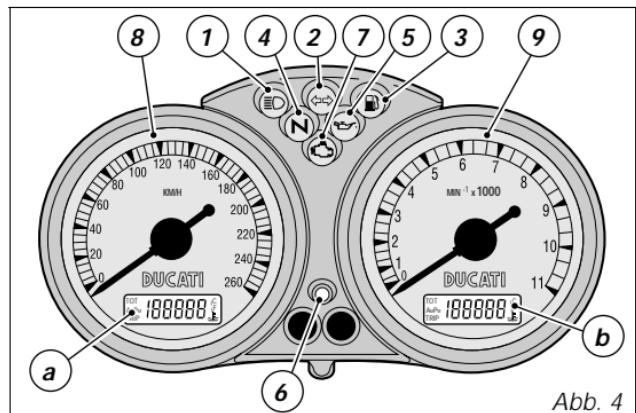
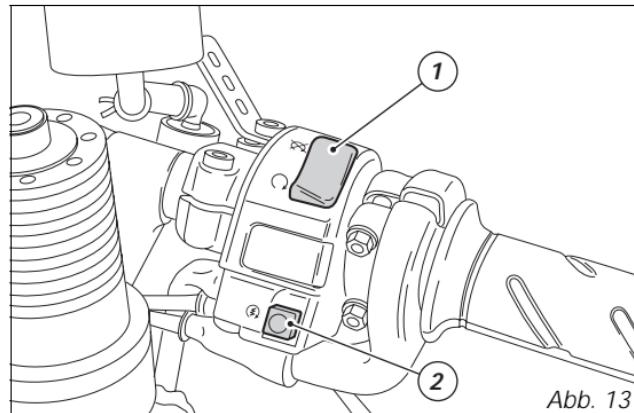

Abb. 4
Abb. 13
Cockpit (Abb. 4)
Das nachstehende Verfahren gibt dem Anwender die Möglichkeit, im Fall von Störungen am Immobilizer-System, die Funktion der "Motorsperre", die durch das gleichzeitige Aufleuchten der ockerfarbenen EOBD-Kontrollleuchte (7, Abb. 4) angezeigt wird, freizugeben.
Die EOBD-Kontrollleuchte (7, Abb. 4) erlischt nach einer festgelegten Zeit von 8 Sekunden.
- 4) So viele Leuchtmpulse der EOBD-Kontrollleuchte (7, Abb. 4) mitzählen, wie sie der ersten Ziffer des Geheimcodes entsprechen.
- 1) Wird der Code erkannt, blinkt die IMMO-Kontrollleuchte (6, Abb. 4) am Cockpit kurz auf; das Schutzsystem hat in diesem Fall den Schlüsselcode erkannt und hebt die Motorsperre auf. Auf das Drücken der START-Taste (2, Abb. 13) hin, springt der Motor an;
- 2) Leuchten die Kontrollleuchte (6, Abb. 4) oder die EOBD-Kontrollleuchte (7, Abb. 4) weiterhin auf, wurde der Code nicht erkannt. In diesem Fall, wird empfohlen, den Schlüssel in die Position OFF zu bringen und ihn darauf erneut auf ON zu schalten. Sollte der Motor weiterhin blockiert bleiben, sollte man es nochmals mit dem anderen, mitgelieferten schwarzen Schlüssel versuchen. Springt der Motor immer noch nicht an, sollte man sich mit einem Kundendienst der DUCATI in Verbindung setzen.
- 3) Blinkt die IMMO-Kontrollleuchte (Abb. 4) weiterhin auf, bedeutet dies, dass eine Anzeige des Immobilizer-Systems zurückgesetzt wurde (z.B. mittels Motorfreigabe über den Gasdrehgriff). Dreht man den Zündschlüssel auf OFF, dann wieder auf ON, müssen die Kontrollleuchte des Immobilizers ihre normale Funktion wieder aufnehmen (siehe Punkt 1).
Rechter Umschalter (Abb. 13)